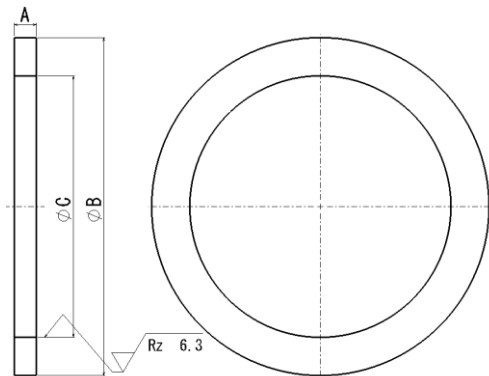

図 4-5 成形プラグ(外径把持用)
- ・ 成形プラグの寸法は、図 4-5、図 4-6 を参照してください。
- ・ 図 4-5,4-6 の C 寸法は理論値になっております。成形プラグの製作時は、C 寸法を理論値よりも、外径把持用は大きめに、内径把持用は小さめに作り、実際に把握しながらマスタジョーが水平になる寸法に調整してください。